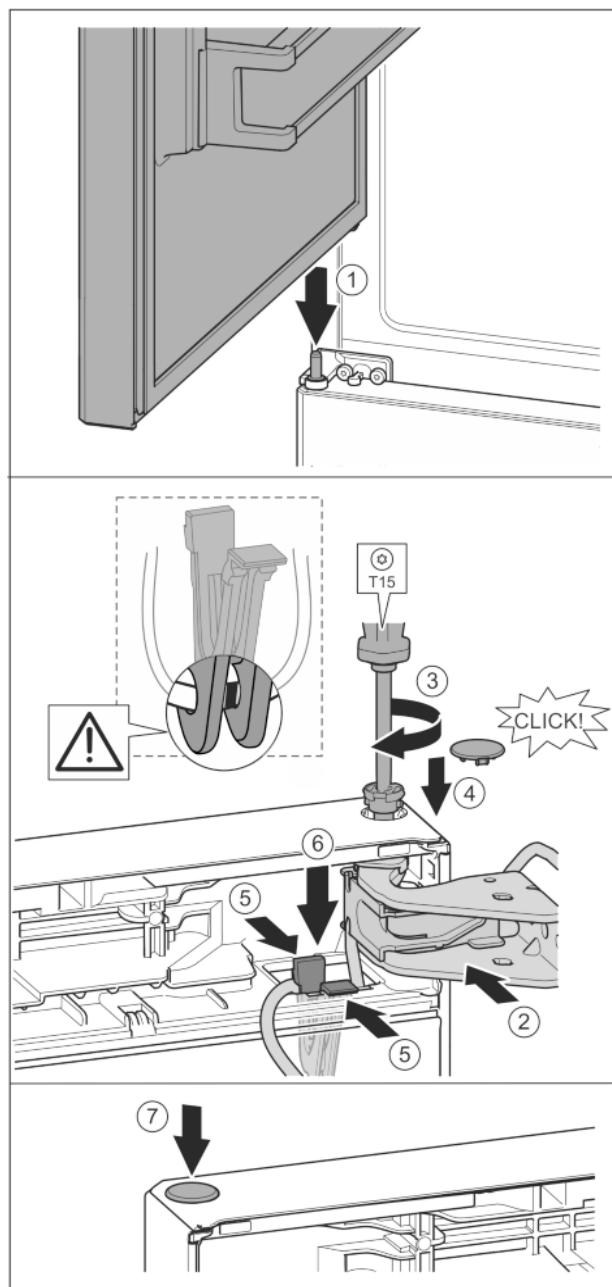

Fig. 39
- Установка верхней двери на средний опорный палец Fig. 39 (1)
- Дверь вверху выровнять по отверстию в опорном кронштейне. Fig. 39 (2)
- Вставить палец и затянуть отверткой T15. Fig. 39 (3)
- Установить предохранительную крышку для защиты двери: вставить предохранительную крышку и проверить, прилегает ли она к двери. В ином случае вставить палец полностью. Fig. 39 (4)
- Вставить держатель кабеля с закрепленным на нем кабелем в отверстие. Fig. 39 (5)
- Прижать держатель вниз так, чтобы соединительная накладка защелкнулась. Fig. 39 (6)
- Вставить заглушку. Fig. 39 (7)